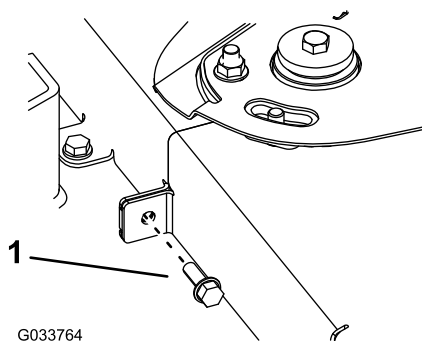

Figura 70
6. Retire el perno que conecta las 2 cubiertas de la correa (Figura 70).
11. Instale el perno que conecta las 2 cubiertas de la correa (Figura 70).